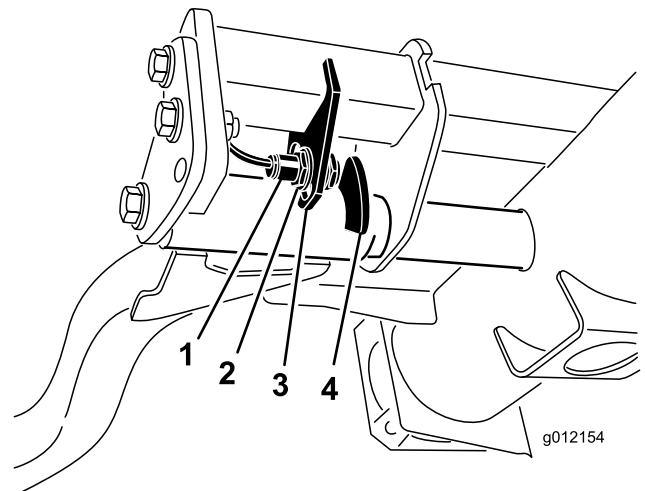

Figura 32
2. O interruptor do braço de elevação encontra-se por baixo do depósito hidráulico por trás do braço de elevação direito dianteiro (Figura 32).
3. Solte os parafusos de montagem do interruptor e desloque o interruptor para baixo para aumentar a altura de viragem do braço de elevação ou desloque o interruptor para cima para diminuir a altura de viragem do braço de elevação (Figura 32).